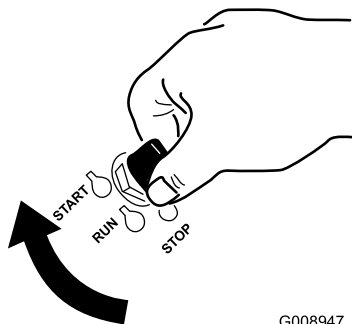

Рисунок 30
1. Поверните ключ в положение START (ПУСК) (Рисунок 30).